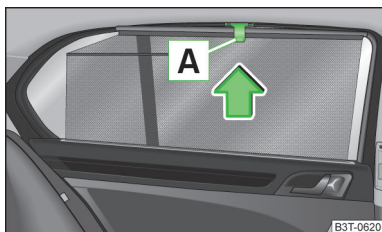

Fig. 45
- Tirer sur le store pare-soleil en le prenant par la poignée **A** » fig. 45 et l'accrocher dans le support sur le bord supérieur de la portière.
- Faire sortir le store pare-soleil en le prenant par la poignée **A** » fig. 45 et le retenir de sorte qu'il puisse s'enrouler lentement et sans provoquer de dommages.